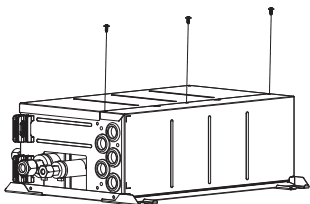

Fig. 4-5
4.1. Retningen af rørene kan ændres. (Fig.4-4). [Arbejdsprocedurer] (Fig. 4-5)
① Fjern skruerne i hver del.